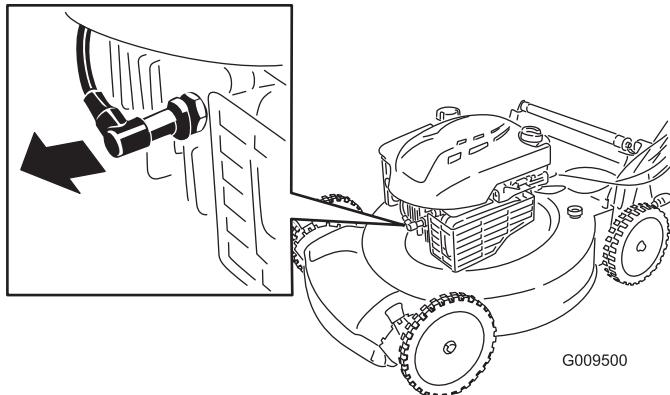

Bild 25
- Ziehen Sie das Zündkabel von der Zündkerze (Bild 25) ab, bevor Sie Wartungsarbeiten ausführen.